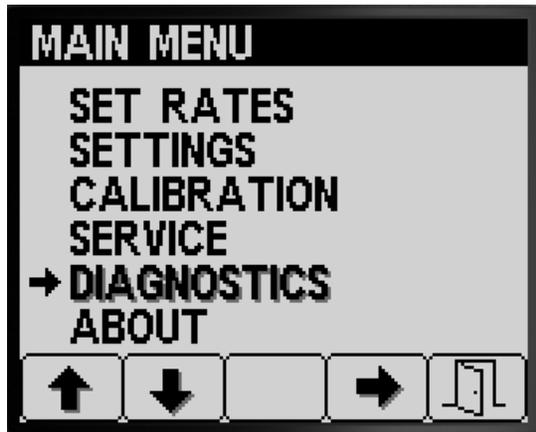

Bild 83
1. Drücken Sie für den Zugriff auf den Bildschirm „Diagnostik“ auf dem Hauptmenü-Bildschirm die Taste 1 oder Taste 2, um auf die Option DIAGNOSTIK zu navigieren (Bild 83), siehe Zugreifen auf den Hauptmenübildschirm (Seite 4).
2. Drücken Sie Taste 4, um das DIAGNOSTIK-Untermenü auszuwählen (Bild 83).